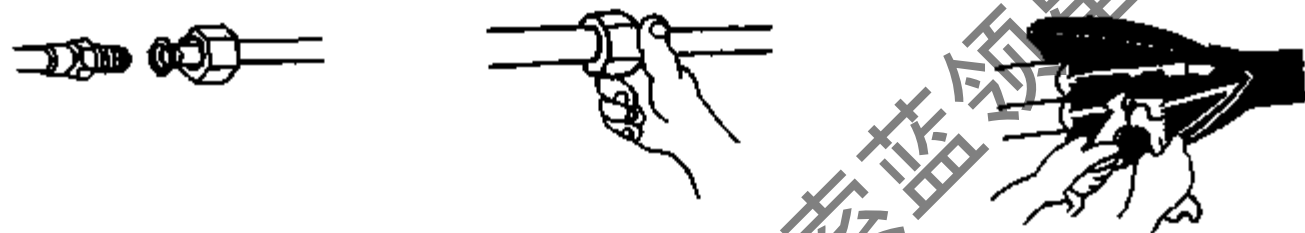

图 7-52 室内外机管道连接
(1) 室内机同连接管相连:
① 按室内机和室外机阀门之间的通道使连接管成形。
② 取下室内管扩口螺母。
③ 从连接管上取下管盖,对好扩口面,用手指逐步上紧螺母,然后用一扳手夹住接头,用另一扳手按表 7-9 所示的力矩将扩口螺母旋紧,见图 7-52。